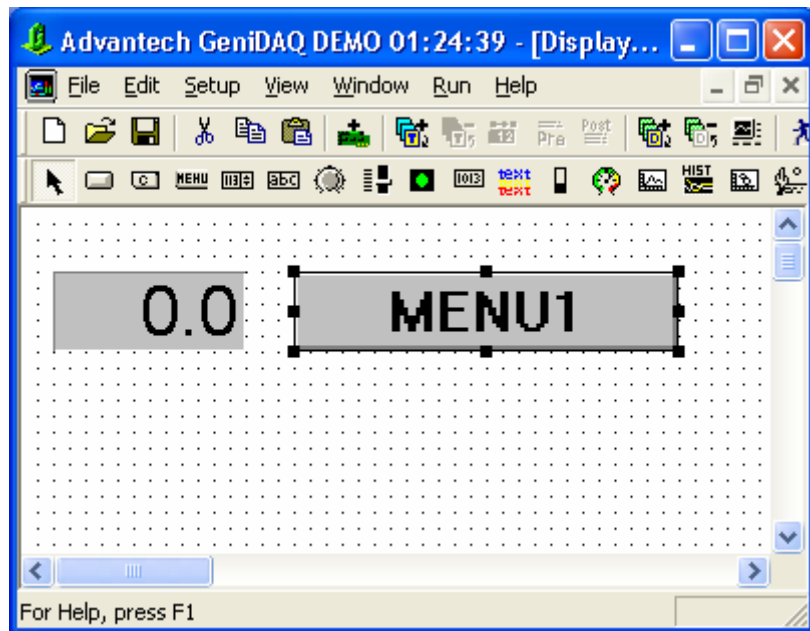
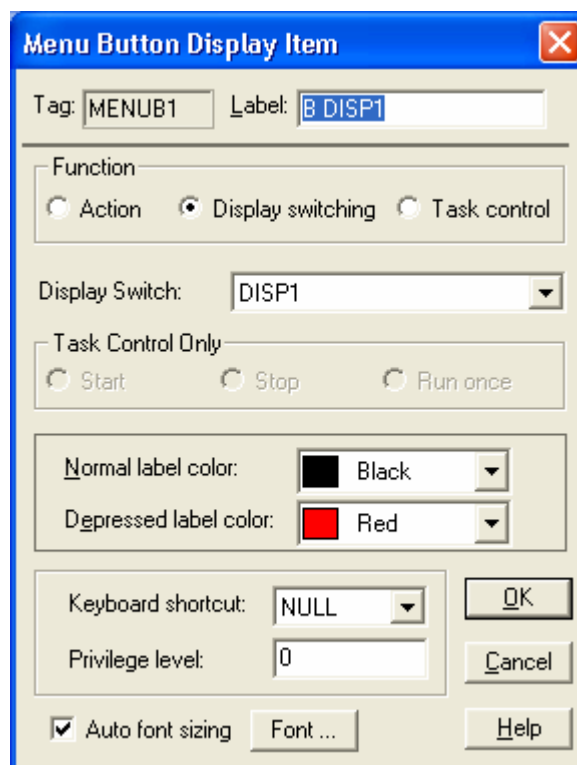

Рис. 4.22. Создание кнопки меню в окне DISP2
Рис. 4.23. Конфигурирование кнопки меню в окне DISP2
6. *Шестое действие.* Перетащите в окно отображения **DISP2** кнопку меню **Menu Button** (рис. 4.22). Сконфигурируйте ее в соответствии с рис. 4.23.